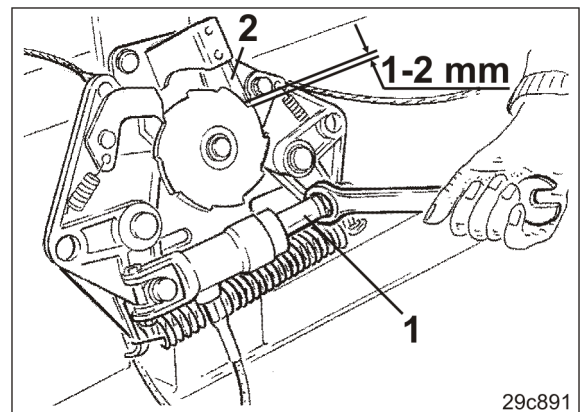

Fig. 237
3. Den Kolben (Fig. 237/1) des Hydraulikzylinders mit einem Gabelschlüssel so lange drehen, bis die Blattfeder (Fig. 237/2) am Schaltautomaten hörbar einrastet und zwischen Blattfeder und Zahn ein Spiel von 1 bis 2 mm eingestellt ist.